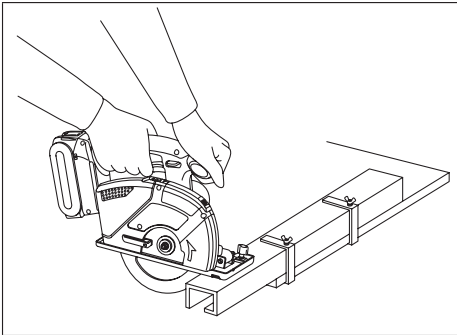
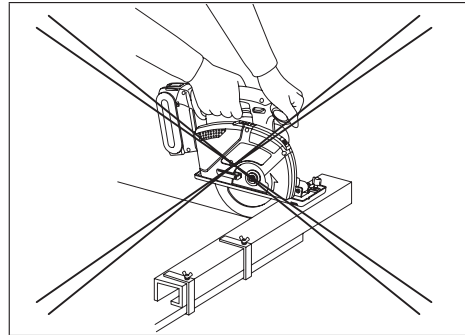

Fig. 17
Fig. 18
1. Placez la partie la plus large du sabot sur la partie de la pièce ouvragée qui est solidement soutenue (voir la fig. 17), et jamais sur la section qui s'affaissera à la fin du sciage (voir la fig. 18). Pour éviter tout risque de contrôle de l'outil, saisir fermement la scie. Une façon désinvolte de procéder peut se traduire par de graves accidents corporels.